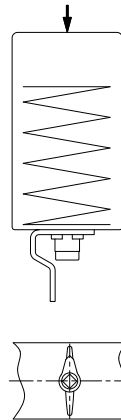

figure 1
1. Simple effet NC (Normalement fermé). Le disque et l'indicateur de position (58) doivent se trouver en position fermée (voir figure 1).